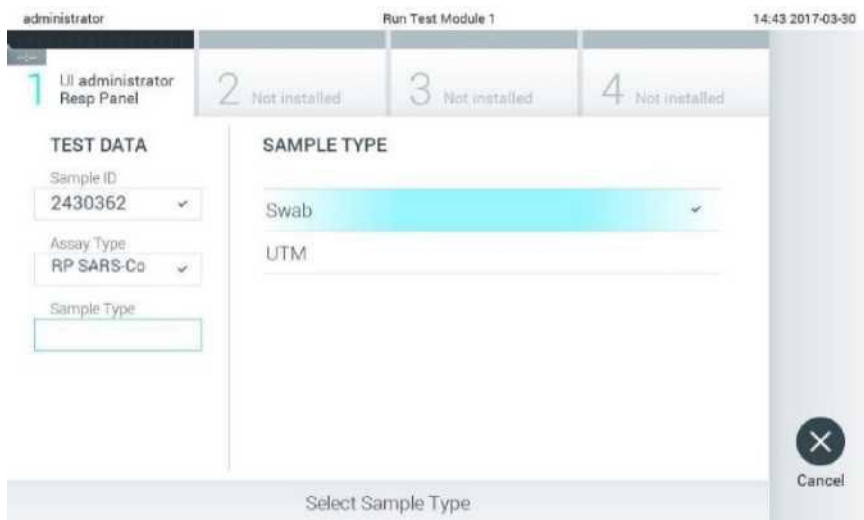

Рис. 13. Выбор типа образца.
8. Выберите соответствующий тип образца из списка (рис. 13).